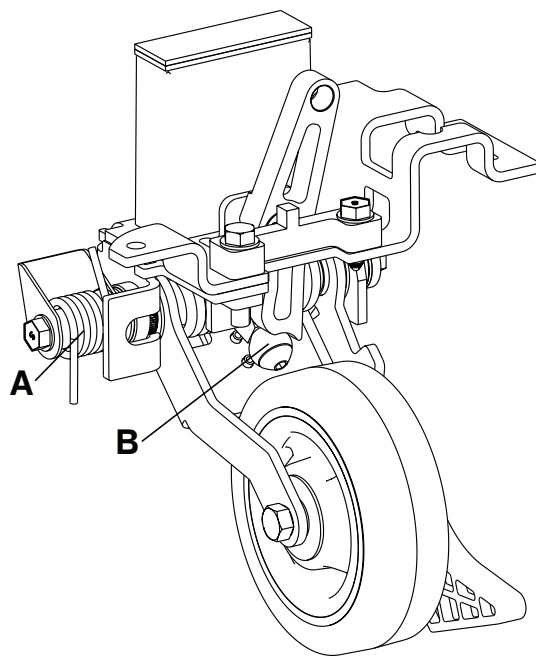

Figura 18 – Lubrifierea celei de-a cincea roți retractabile
3. Aplicați vaselină MPG-3 pe arcul (A) și pe rola (B) (Figura 18).